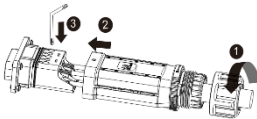
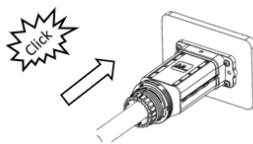

Fig. 11: Tilkobling av ledere
Fig. 12: Montering av deksel
- 1 Før konfigurert kabel gjennom mutteren og dekslet (fig. 11 pos. 1 & 2), og fest tilsvarende ledningsrekkefølgen på kontaktholderen (fig. 11/pos. 3) med medfølgende unbrakonøkkel [CA_3 / m 4,0 Nm].
- 2 Skyv dekslet (fig. 11, pos. 3) over støpslet slik at hullet i dekslet er synlig (fig. 12).